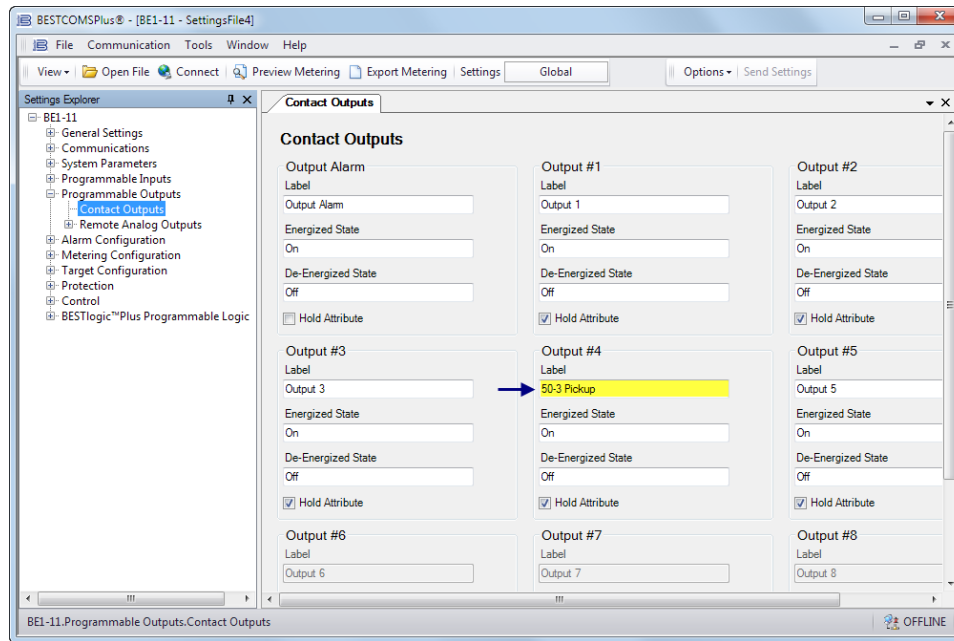

Figure 2-19. Écran Contacts de sortie
Step 13: Dans l'Explorateur des paramètres (Settings Explorer), développez les menus Sorties programmables (Programmable Outputs), Contacts de sortie (Contact Outputs) et donnez un nom à la sortie #4 (Output #4) « Pickup 50-3 » comme indiqué dans la Figure 2-19.